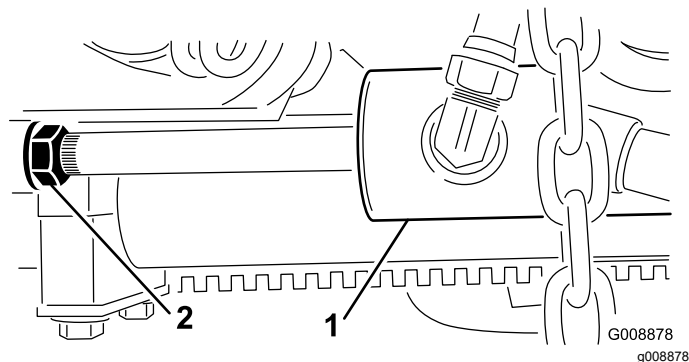

Figura 13
B. Allentate il controdado sul cilindro (Figura 13).